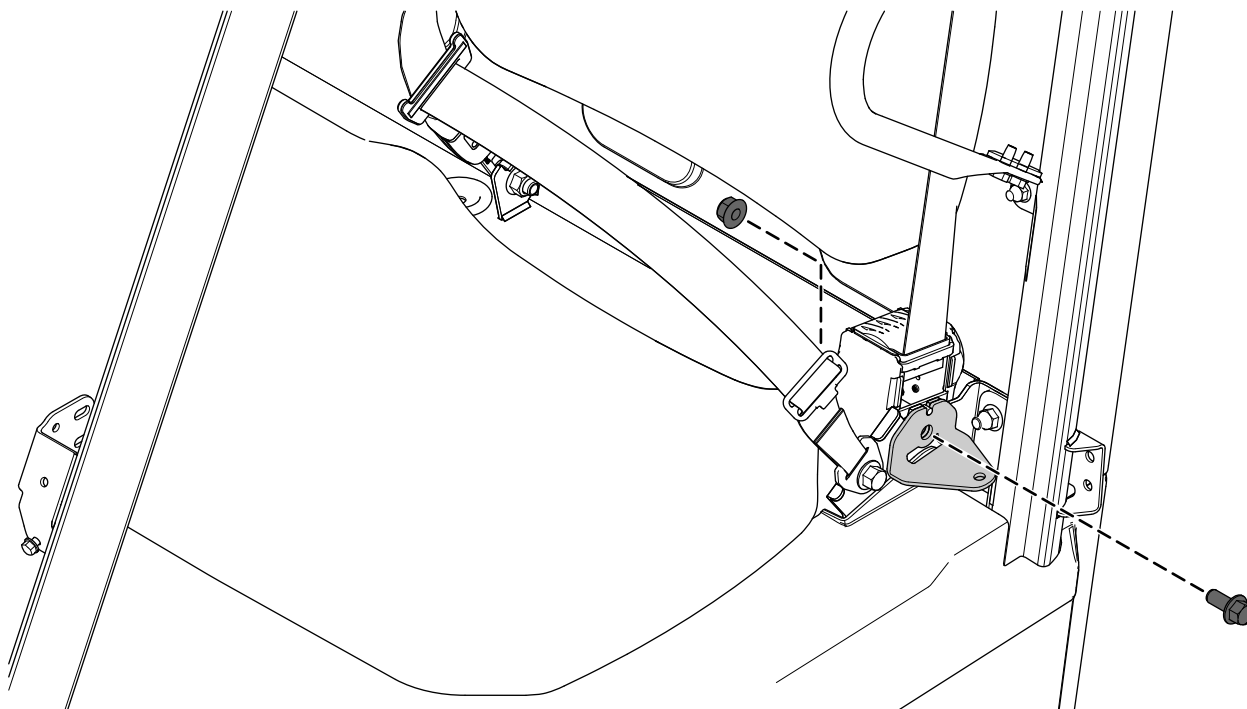

Figura 3
2. Utilizzando il bullone a testa flangiata (7/16" x 1") e il dado di bloccaggio (7/16") rimossi in precedenza, fissate la staffa per montante della porta di sinistra alla staffa della cintura del sedile (Figura 3).